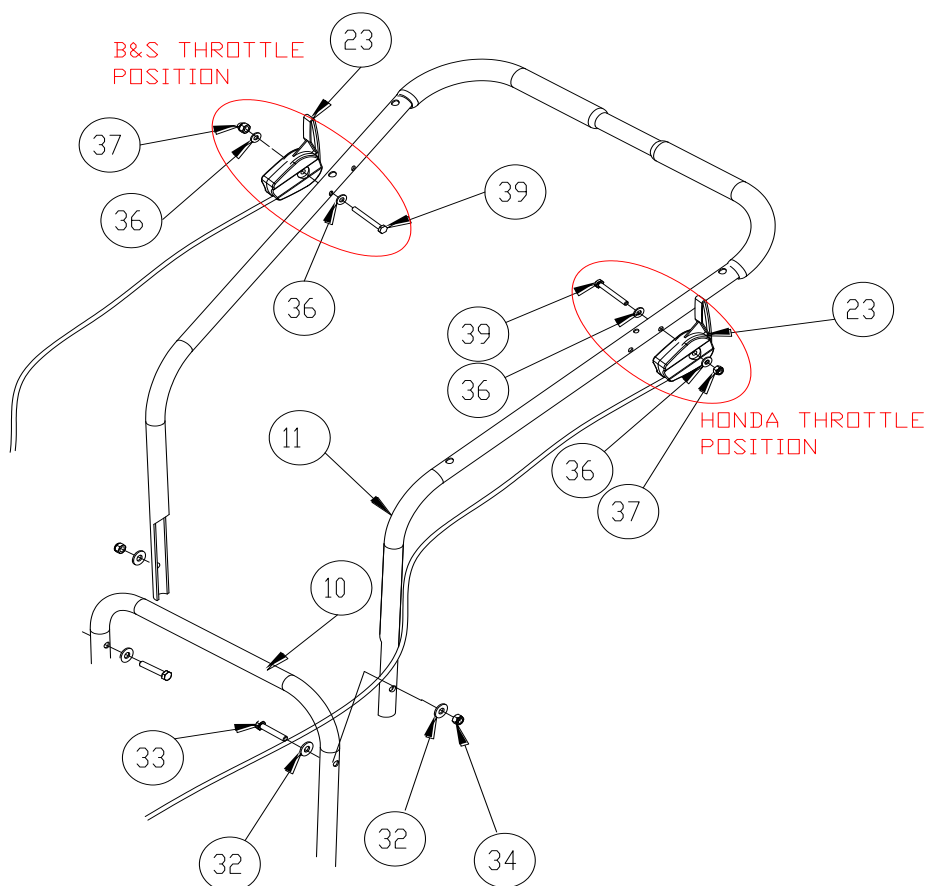

Fig. 1
1. Start med at **SAMLE** den øverste del af styret (element 11) ved hjælp af hardware fra reservedelsposen (elementerne 34, 32, og 33) og forbind herefter med den nederste del (element 10). Stram alle skruer godt. (Se fig. 1.)